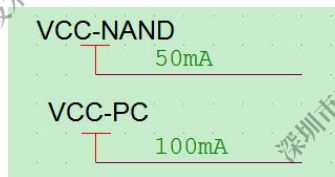

图 2-24 FLASH 电源工作电流电压标注
- 需评估清楚 NAND、EMMC 芯片的工作电压及最大工作电流，并在原理图中标注清楚，便于 PCB layout 设计，如图 2-24 所示：